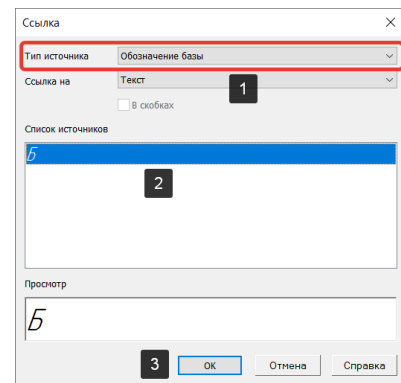

Рисунок 269 – Окно Ссылки
- В окне Ссылка зададим следующие параметры (Рисунок 269):
- Тип источника – Обозначение базы (1);
- Ссылка на – Текст (1);
- Список источников – Б (2).